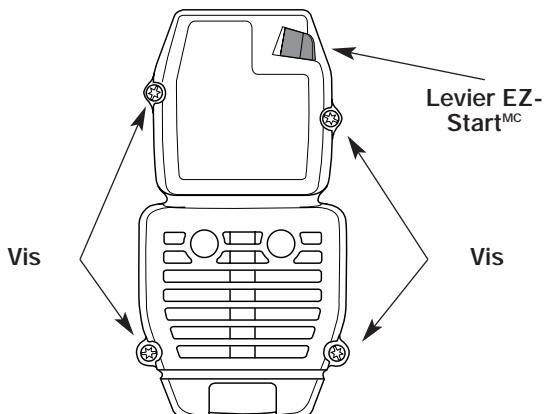

Fig. 23
1. Retirez les quatre vis retenant le couvercle (Fig. 23). Servez-vous d'un tournevis à lame plate ou à mèche T20 Torx.
2. Insérez les quatre vis dans les trous du couvercle (Fig. 23) et vissez. Évitez de trop serrer.